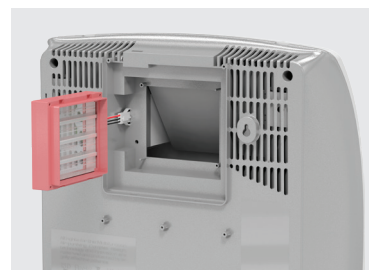

Рисунок 20
- Подключите нагревательный элемент к разъему «мама» в приборе. Убедитесь, что соединение «мама-папа» надежно зафиксировано (рис. 20).